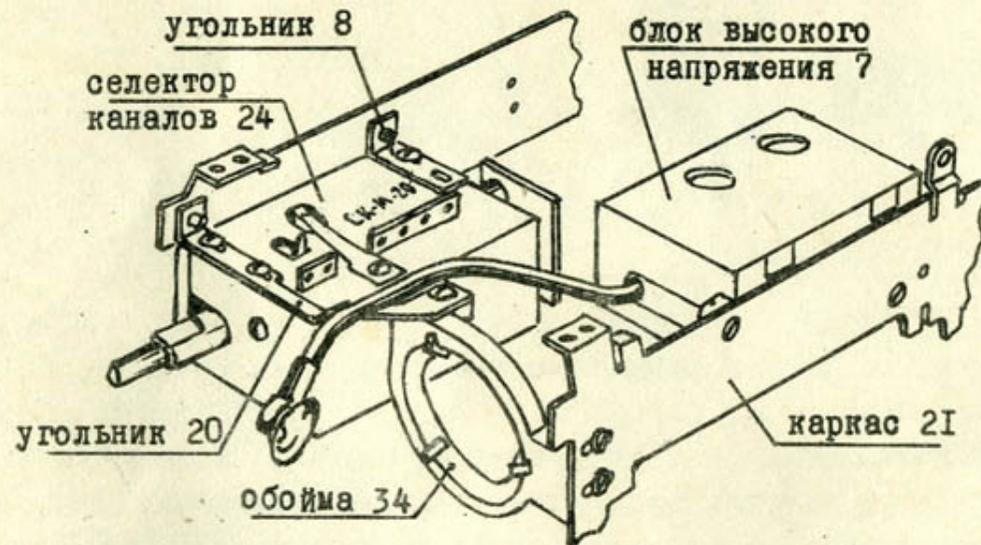

Рис.8. Установка на каркас селектора каналов, блока высокого напряжения и обоймы крепления кинескопа
- установи на каркас селектор каналов 24 с угольниками 8 и 20, как показано на рис.8, винтами М3х6, проложив между головками винтов и угольниками шайбы ШЗ;
- установи обойму 34, привернув ее тремя винтами М2,5х8 с гайками к каркасу и угольнику 20, как показано на рис.3 и рис.8;
- установи на каркас блок высокого напряжения 7 с помощью двух винтов М2,5х8 с гайками, как показано на рис.3 и рис.8;